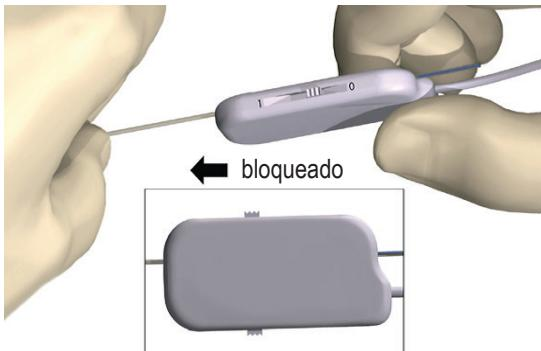

Figura 10: Sujeción del electrodo de ECP en el conector del cable de estimulación intraoperatoria 1 x 8
7. Empuje el extremo del electrodo de ECP en el puerto hasta que haga tope. Sujete el electrodo de ECP en su sitio mientras coloca la palanca de bloqueo en la posición de cierre (1) (Figura 10).